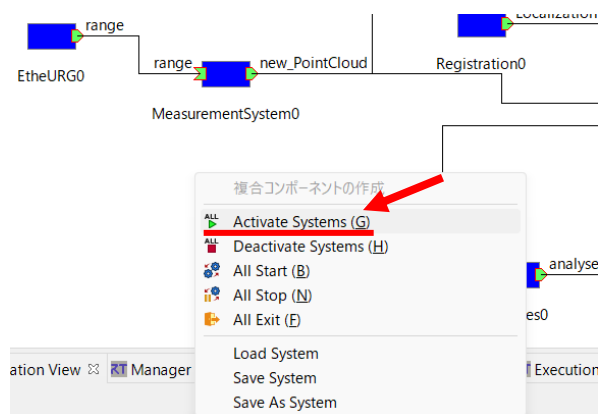
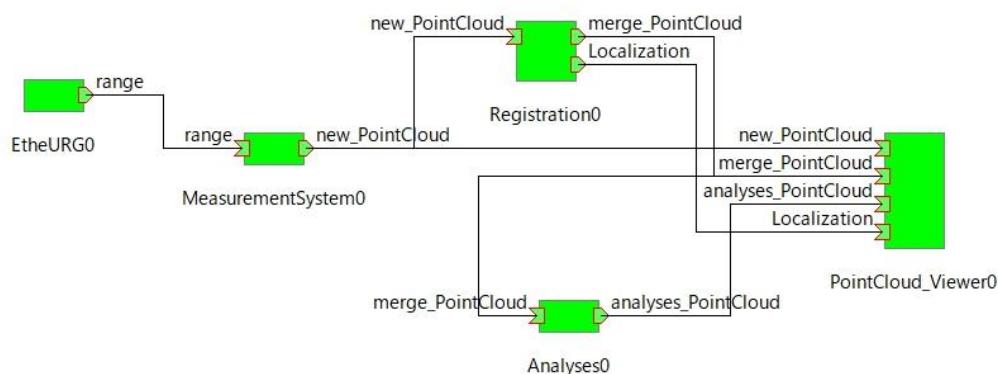

図 37 [System Editor]上の空白部分で[右クリック]し, 表示させた[ALL Activate Systems]
図 38 すべての RTC が有効となった状態
- ① 図 37 のように[System Editor]上の空白部分で[右クリック]し, [ALL Activate Systems]をクリックし, 図 38 のようにすべての RTC が有効になる。
- ② 図 38 のように MeasurementSystem RTC を[Activate]することで LiDAR による計測が開始される。また, 計測終了後に図 39 のようにコメントが表示されるため, この指示の通り MeasurementSystem RTC を[Deactivate]することで計測が 1 回終了する。再度計測する前に PointCloud\_Viewer RTC を[Deactivate]することで, これらの RTC においてプログラムの実行が一度終了し, 計測と可視化を再度実行する準備ができる。